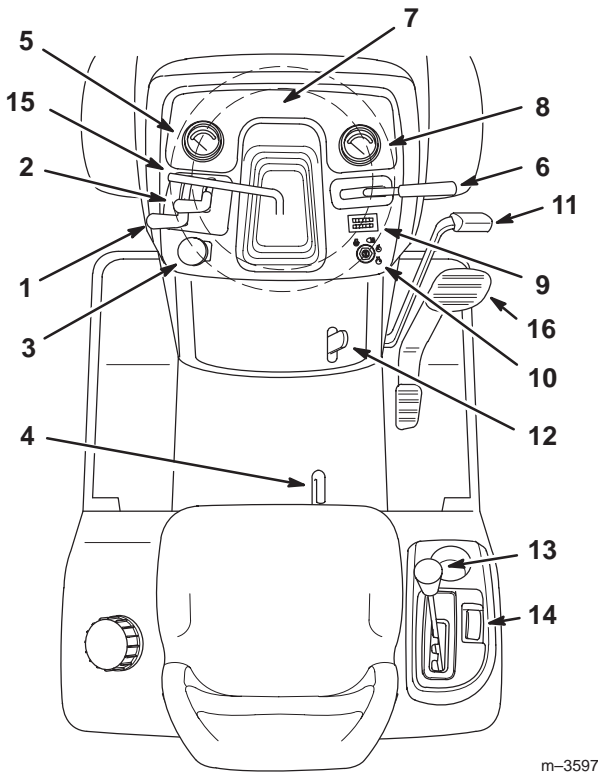

Figure 11
Avant de mettre le moteur en marche et d'utiliser la machine, familiarisez-vous avec toutes les commandes (Fig. 11).
1. Appuyez sur la pédale de frein (Fig. 11) et maintenez-la enfoncée.
2. Relevez le levier de frein de stationnement (Fig. 11) et relâchez progressivement la pédale de frein. La pédale ne doit pas remonter.
1. Enfonchez la pédale de frein (Fig. 11).
Un voyant rouge s'allume sur le tableau de bord (Fig. 11) pour vous rappeler que la sécurité est désactivée.